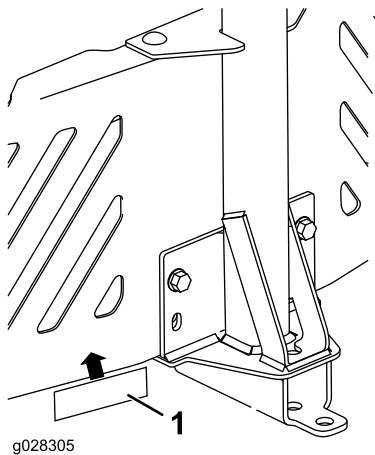

Figure 13
4. Apposez l'autocollant de la barre d'attelage à 1,3 cm à gauche du support de fixation de l'accessoire (Figure 13).